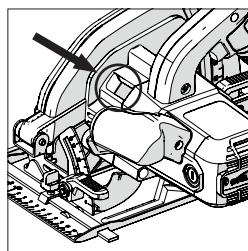

Abb. 3
- Finden Sie die Dornsperrknopf. Sperren Sie den Dorn der Maschine durch Betätigen des Dornsperrknopfes. (**Abb. 3**)